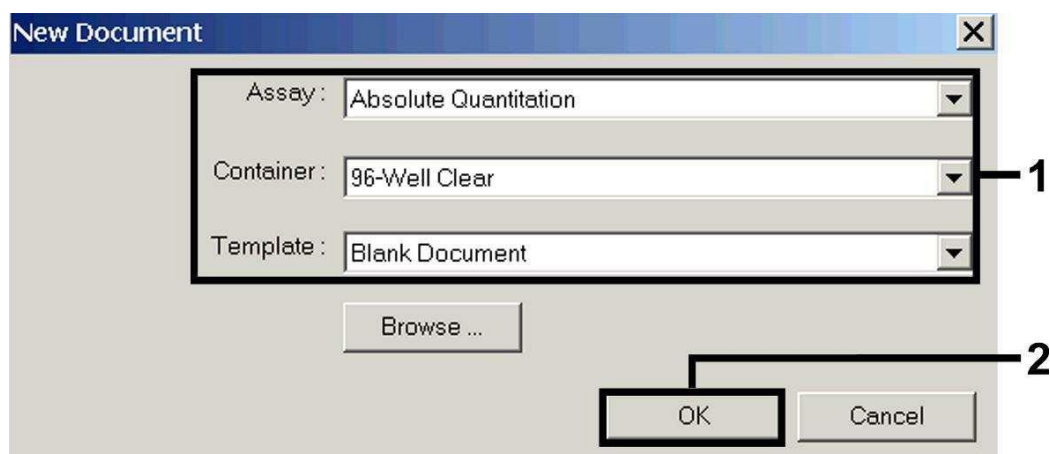

Fig. 3: Ajustes al crear un nuevo ensao de PCR (*New Document*).
Seleccione en el ABI PRISM 7000 SDS la opción *New* del menú *File* e introduzca los siguientes ajustes básicos para el nuevo documento (véase la Fig. 3). El ensayo (protocolo) almacenado anteriormente (*SDS Template* [*.sdt]) aparece en la lista *Template* o bien puede seleccionarlo mediante la función *Browse* (véase 8.5.1.5 Almacenamiento de la reacción de PCR). Confirme sus datos (OK).